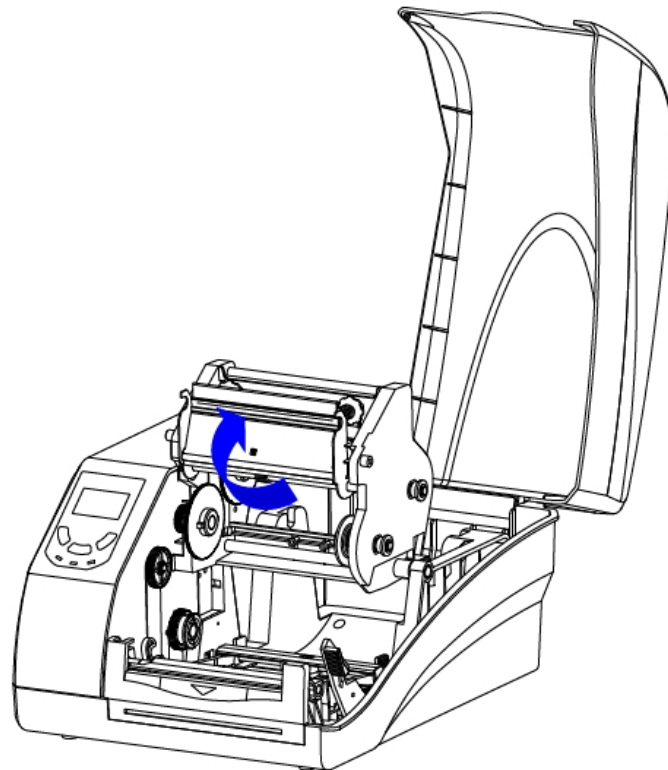

Рисунок 2-5 Подъем модуля печатающей головки
2. Поднимите модуль печатающей головки, чтобы открыть отсек подачи ленты, см. рисунок 2-5.